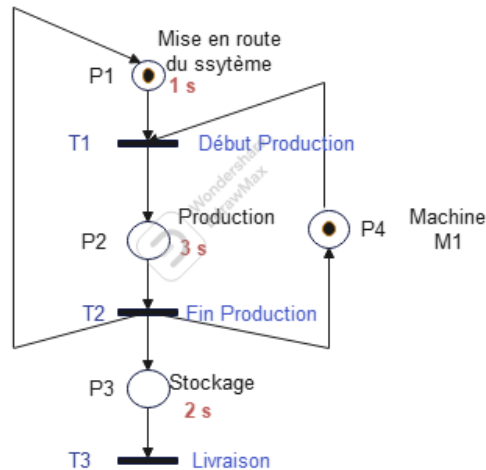

Figure 1 : Modèle Rdp d'un système de production.
Nous considérons le système de production modélisé par le Réseau de Pétri de la figure 1.
1.1 Réaliser le modèle de la figure 1 sur VisObjNet (https://www.r-drath.de/Drath/Home/Visual_Object_Net++.html)
- Modifier le réseau de la figure 1 afin de respecter cette contrainte.